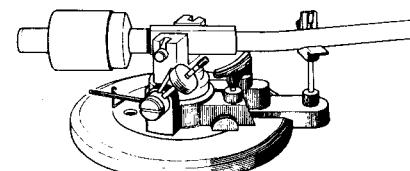

Fig. 10.
- Assurez-vous que la tige anti-skating est fixée dans son ressort de blocage (fig. 10) et que le levier du lève-bras se trouve en position ∇ .
- Nachprüfen, ob die Zugstange des Antiskating-Gewichts mit der Feder verunden ist (siehe Fig. 10) und der PAUSE-Hebel auf ∇ steht.
- Zorg ervoor dat het dwarsdrukcompensatie-stangeltje in de veer zit (fig. 10) en dat de onderbrekingshefboom in de stand ∇ staat.